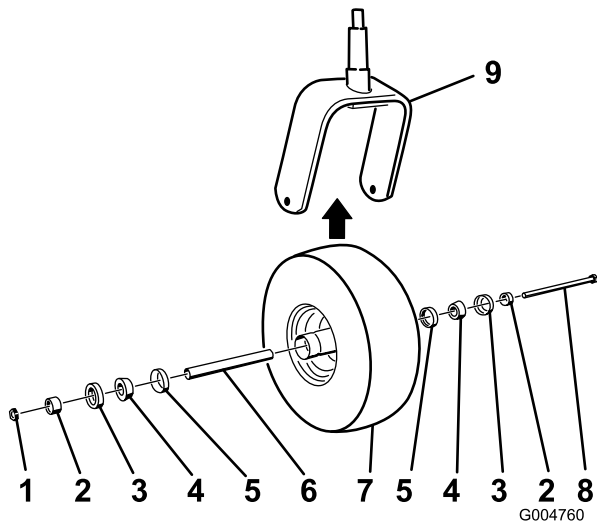

Figura 52
2. Retire la contratuerca del perno que sujeta el conjunto de la rueda giratoria en la horquilla (Figura 52).
5. Ensamble la rueda giratoria presionando los cojinetes cónicos y las juntas, llenos de grasa, sobre el cubo de la rueda, según se muestra en Figura 52.